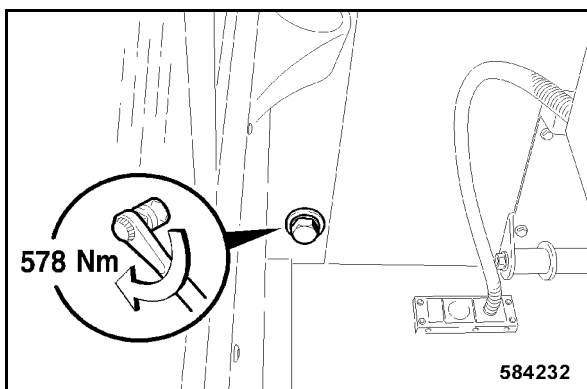

fig. 213
- Serrer la vis de fixation arrière intérieure droite à un couple de 578 Nm (fig. 213).